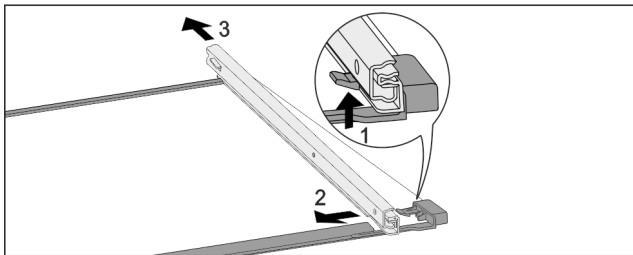

Fig. 179 Placa de vidrio con guías
- ▶ Presione hacia arriba el gancho de retención delantero. Fig. 179 (1)
- ▶ Retire la guía extraíble hacia un lado Fig. 179 (2) y hacia atrás Fig. 179 (3).